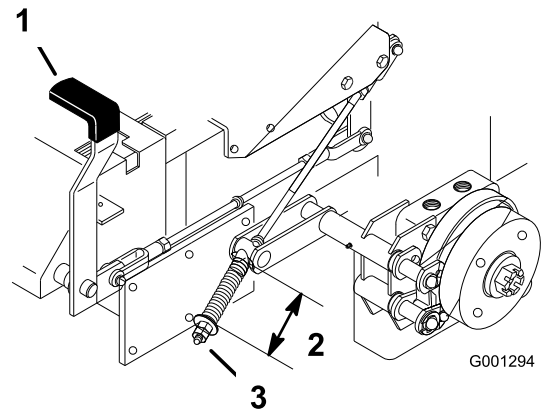

Figura 80
2. Meça o comprimento da mola (**Figura 80**).
3. Se for necessário ajustar, desengate o travão de estacionamento, desaperte a porca de retenção abaixo da mola e ajuste a porca diretamente abaixo da mola (**Figura 80**).